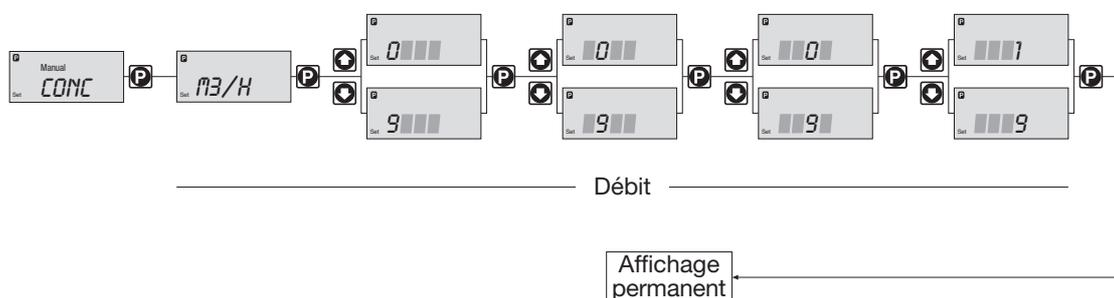

Fig. 4 : Détail du menu SET
- ▶ Sélection du menu CONC dans le menu SET (voir Fig. 4)